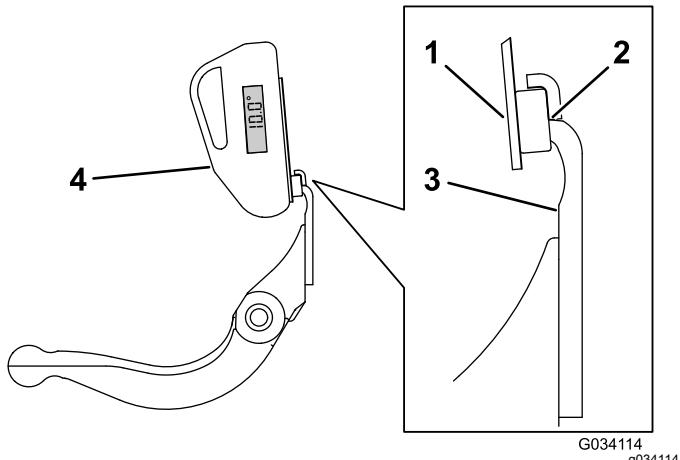

図 28
3. 傾斜計マウントのマグネットのエッジがベッドナイフのエッジに密着するように、ベッドナイフのエッジに傾斜計マウントをセットする図 28。
4. 図 28に示すようにマウントに傾斜計を取り付ける。